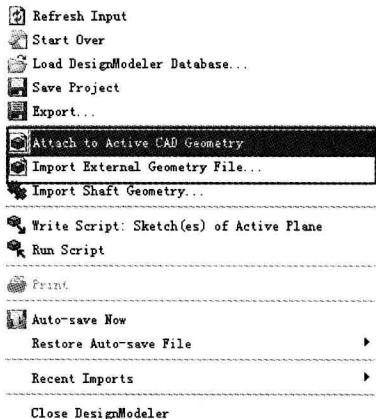

图 1-8 几何数据读入
如图 1-8 所示，单击菜单栏中的 File 按钮，在弹出的菜单中选择相应的命令。
- File 菜单：包括基本的文件操作，如读入、导出、保存、运行脚本等操作，如图 1-8 所示。